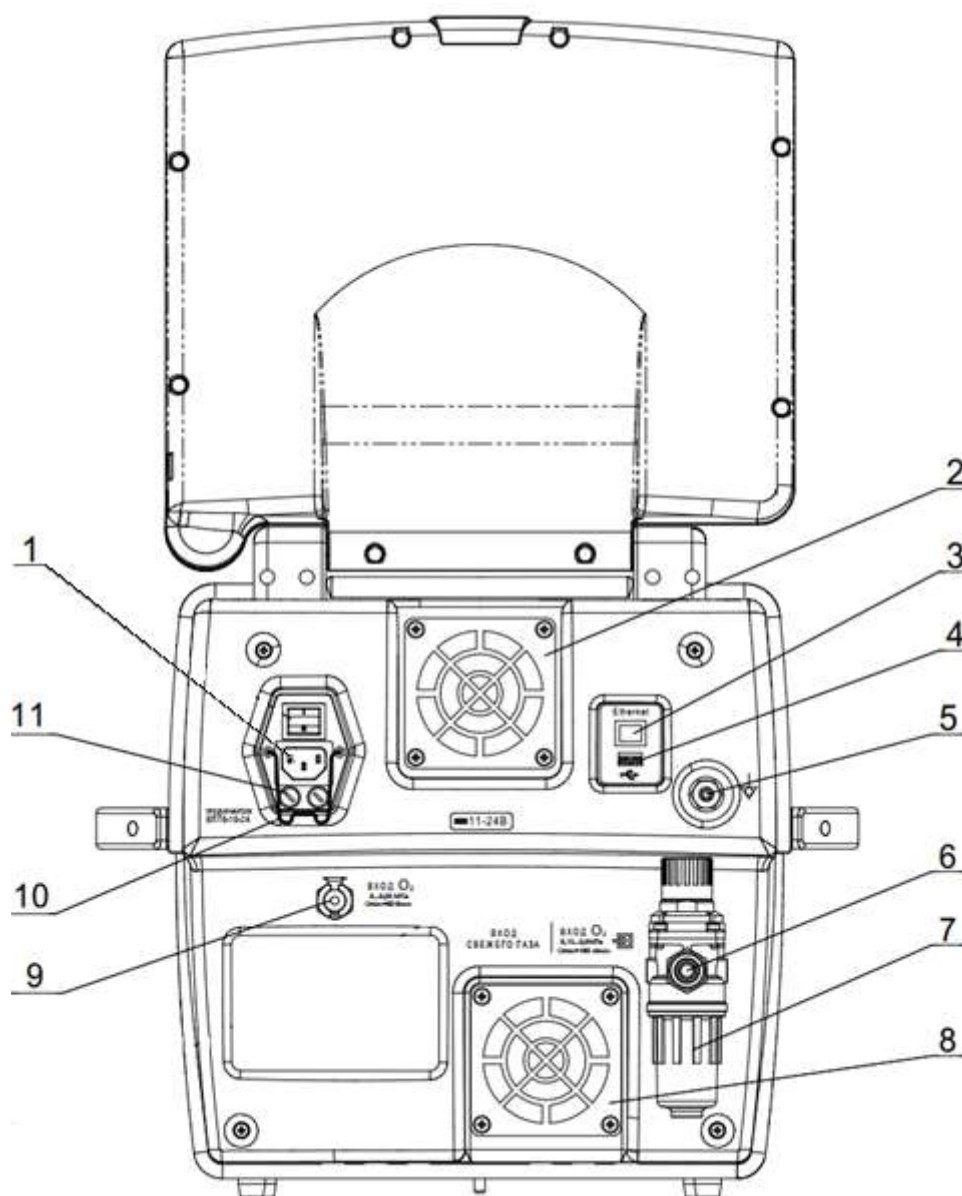

Рисунок 2.2 – Вид аппарата сзади
- В случае совместной работы аппарата с электрохирургическими приборами в соответствии с требованием п. 8.6.7 ГОСТ ИЕС 60601-1 необходимо дополнительно подключать провод выравнивания потенциалов к штыревой клемме выравнивания потенциалов - рисунок 2.2, позиция 5. Не допускается включать аппарат одновременно с другими электрическими изделиями в один многорозеточный сетевой соединитель.
- В случае возникновения нештатной ситуации при работе аппарата (возгорание, короткое замыкание и т.п.) немедленно отсоединить аппарат от пациента и продолжать вентиляцию пациента другими способами. Выдернуть вилку шнура питания аппарата из розетки сети либо отключить аппарат выключателем сети (рисунок 2.2, позиция 1). Отключить давление сжатого кислорода.